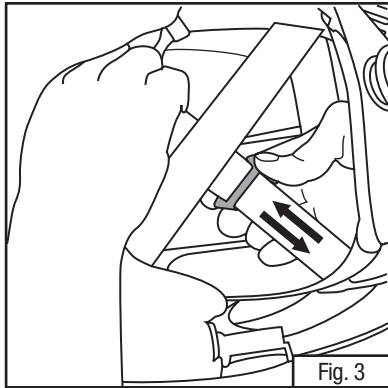

Fig. 3
- b. Pièces faciales de série M-100 et M-200 seulement : Les courroies en tissus de la coiffe M-150 peuvent être ajustées en glissant le verrou pour courroies bleu situé sur la courroie centrale (Fig. 3). Le fait de glisser la boucle vers l'arrière de la pièce faciale permet de serrer les courroies et d'élever la hauteur de la pièce faciale sur la tête. Le fait de glisser la boucle vers l'avant de la pièce faciale permet de desserrer les courroies et de baisser la hauteur de la pièce faciale sur la tête.